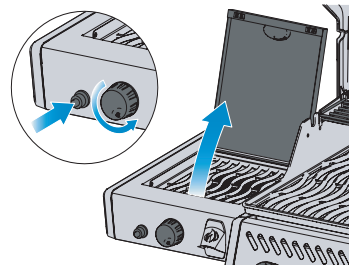

Fig. 3
4. Si el quemador no se enciende, gire el mando del quemador en sentido horario a la posición de apagado. Espere 5 minutos. Repita los pasos 2 y 3. (Fig. 3)